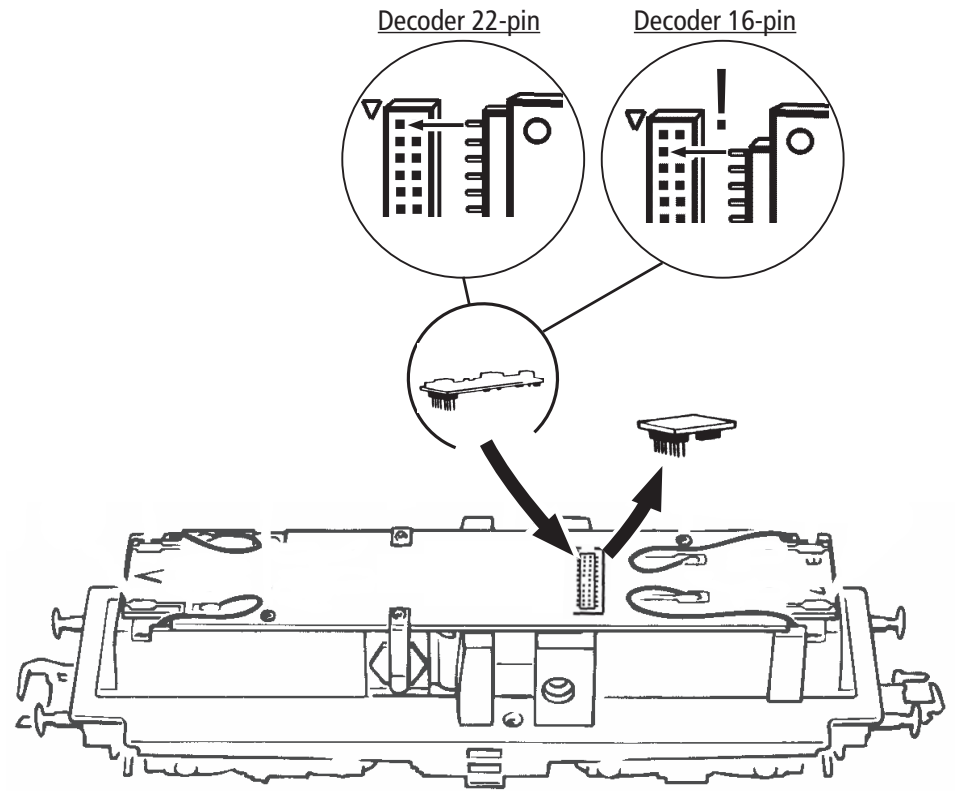

Fig. 8
1. Reinigung der Radstromkontakte: Radstromkontakte können auf unsauberen Schienen leicht verschmutzen. Entfernen Sie **vorsichtig** mit einem kleinen Pinsel **den Schmutz** an den in Fig. 8 gekennzeichneten Stellen.
3. Haftreifenwechsel: Zuerst die Drehgestellblende abnehmen (Fig. 4). Danach den **Radsatz** herausnehmen und die **Haftreifen** mit einer Nadel od. mit einem feinen Schraubendreher abziehen (Fig. 8). Beim Aufziehen der neuen Haftreifen darauf achten, dass diese sich nicht verdrehen.
1. Cleaning of wheel contacts: Wheel contacts easily get dirty on tracks which are not entirely clean. Use a small brush to **remove dirt** from spots marked in fig. 8.
3. Change of traction tyre: Remove the bogie blind (fig. 4). Take out **wheel set** and remove **traction tyre** using a pin or a fine screwdriver (fig. 8). When pressing on the new traction tyre please **avoid twisting it**.
1. Nettoyage des lames de courant aux roues: Les lames de contacts risquent de s'encrasser rapidement sur des voies poussiéreuses. Veuillez **enlever la poussière** aux endroits marqués à la fig. 8 à l'aide d'un petit pinceau souple.
Enlevez la fiche de shuntage de l'interface (à conserver!) et enfichez finalement la fiche du module de télécommande aux prises de l'interface. Veuillez à la position correcte de la fiche (voir fig. 8).
3. Échange des bandages d'adhérence: Dé- montez d'abord **les flancs de bogies** des en-grenages (fig. 4). Délogez ensuite les essieux bandagés et enlevez, à l'aide d'une aiguille ou d'un tourne-vis fin, les bandages d'adhérence (fig. 8). Lors du montage des nouveaux bandages veuillez veiller à ce que les bandages **ne soient pas tor-dués**.